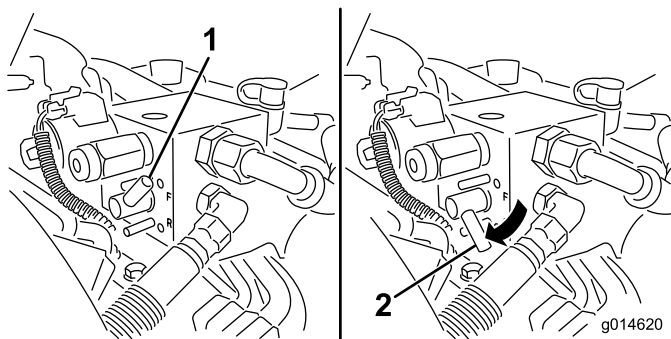

Figura 52
5. Rode a alavanca de rectificação para a posição "R" (Figura 52).